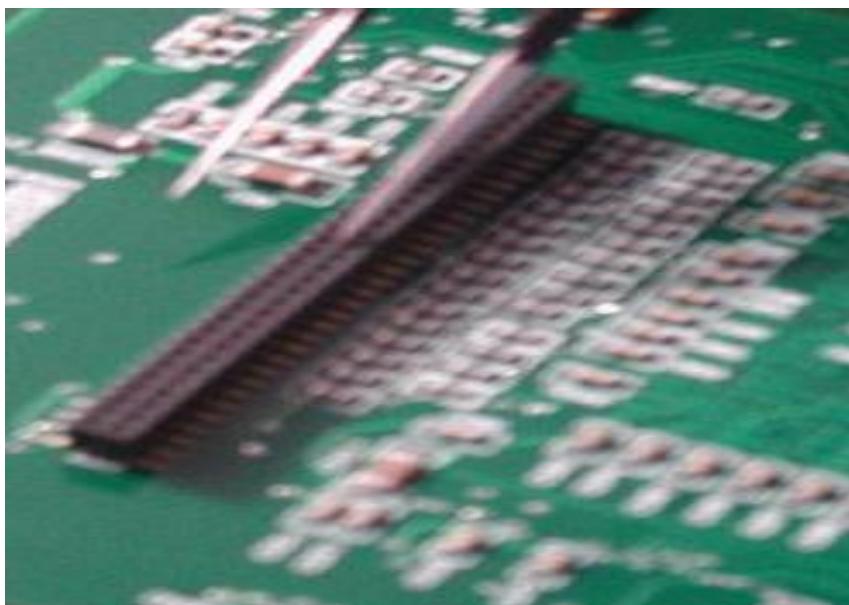

图10
6.7.4 贴好之后要用防静电镊子在元件上压一下,使元件脚与焊盘上的锡膏结合。如(图 10)所示。